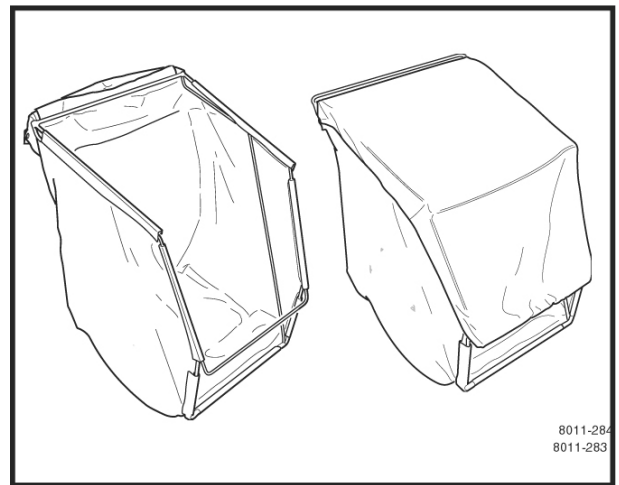

図 11
- 両側にあるスナップをそれぞれ押して固定します。図 11 を参照してください。